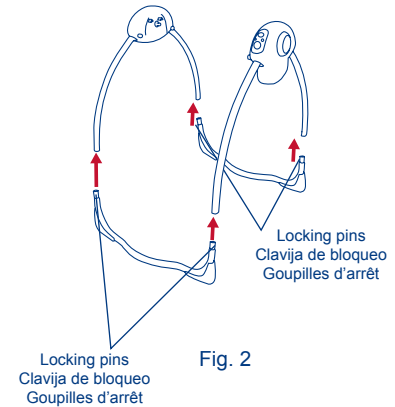

Fig. 2
- 2) • Insert the legs of the left and right Frame Assemblies into the Base Tubes. (Fig. 2)
- Introduzca las patas de los montajes del armazón izquierdo y derecho en los tubos de la base. (Fig. 2) NOTA: Las patas están correctamente conectadas cuando los botones a presión de los tubos del armazón de la base están alineados con los agujeros en los extremos de las patas. Asegúrese de que los clavija de bloqueo plateados estén trabados antes del uso.
- Insérer les jambes des assemblages du cadre gauche et droit dans les tubes du cadre de la base (Fig. 2). NOTE : Les jambes sont fixées correctement lorsque les boutons-poussoirs situés à la base des tubes du cadre sont alignés avec les trous situés à l'extrémité des jambes. S'assurer que les goupilles d'arrêt argentées sont verrouillées en place avant d'utiliser la balançoire.